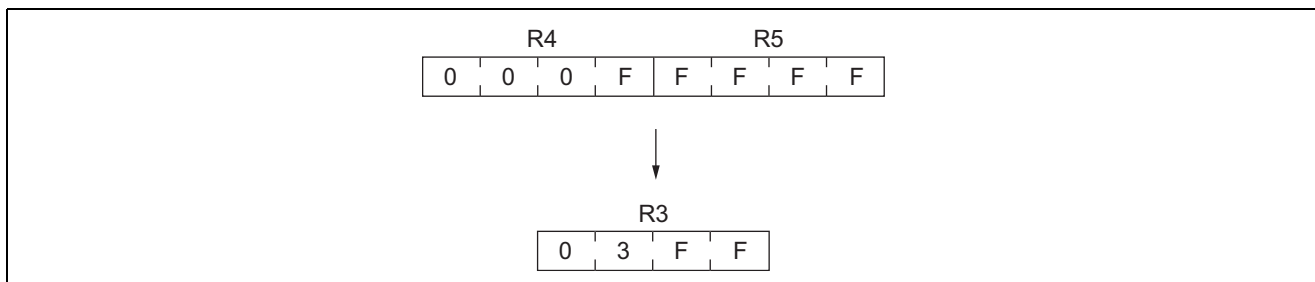

図 31-2 上位ビットを使用しない場合の加算例
(1) 図 31-2 のように上位ビットを使用しない場合、使用しないビットに“0”を設定してください。